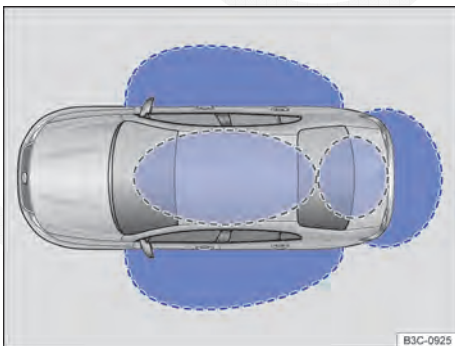

Fig. 43 Sistema de travamento e de partida Keyless Access sem chave: áreas de aproximação.
Keyless Access é um sistema de travamento e de partida sem chave, com o qual o veículo pode ser destravado e travado sem o uso efetivo da chave do veículo. Para isso, é necessário que apenas uma chave do veículo válida esteja na área de aproximação ⇒ Fig. 43 do veículo e que uma superfície dos sensores na maçaneta das portas dianteiras ⇒ Fig. 44 seja tocada, ou que o botão da tampa do compartimento de bagagem ⇒ Página 102 seja acionado ⇒ ①.
Se houver uma chave do veículo válida na área de aproximação ⇒ Fig. 43, o sistema de travamento e de partida Keyless Access sem chave atribui uma autorização de acesso a ela, assim que a superfície do sensor da maçaneta da porta do condutor ou do passageiro dianteiro ou o botão na tampa traseira sejam tocados. Em seguida, são possíveis as seguintes funções sem o uso efetivo da chave do veículo:
Quando o veículo está travado e uma chave do veículo válida se encontra na faixa de proximidade ⇒ Fig. 43 da tampa do compartimento de bagagem, esta destrava automaticamente ao ser aberta.